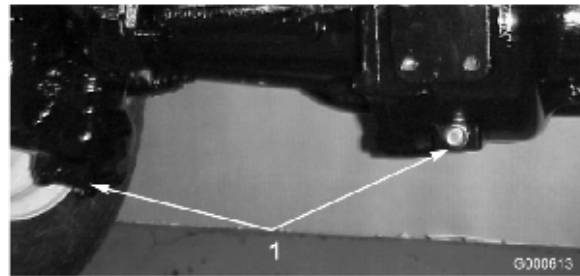

図 45
2. ドレン・プラグ（図 45；左右端に1 個と中央に1 個、全部で3個ある）の周辺をきれいに拭く。